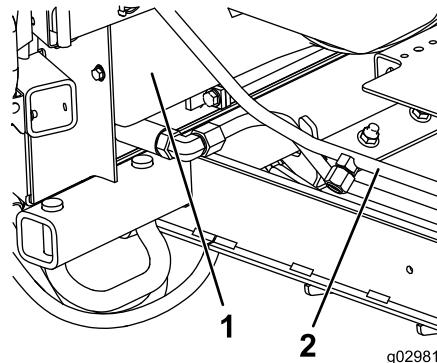
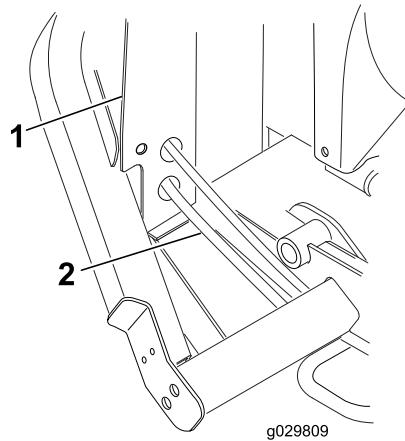

Figura 13
Figura 14
1. Sul lato destro della macchina, appena davanti al telaio del radiatore, posizionate una bacinella di spурgo sotto il flessibile di ritorno del radiatore dell'olio (Figura 13 o Figura 14).